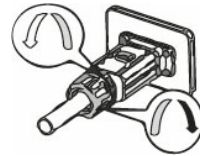

Fig. 13: Dra åt mutter
- ANVISNING: AC-kontakten är fast ansluten när denna klickar på plats.** (Fig. 13.)